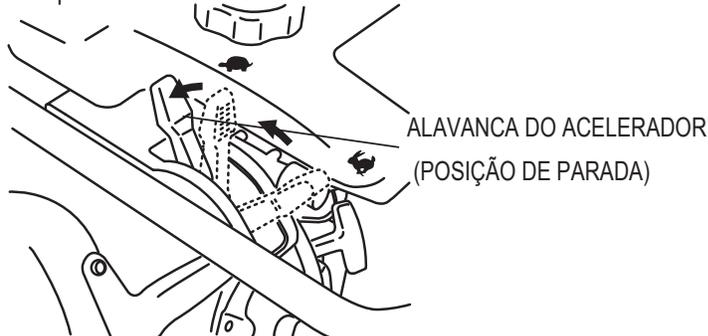

Figura 10. Alavanca do acelerador (Posição de parada)
1. Mova rapidamente a alavanca do acelerador da posição **PARTIR** para **MARCHA LENTA** (Figura 9) e opere o motor por três minutos em baixa velocidade. Após o motor **esfriar**, mova a alavanca do acelerador para a posição de **PARAR** (Figura 10). O motor irá parar e a válvula de combustível será fechada automaticamente.